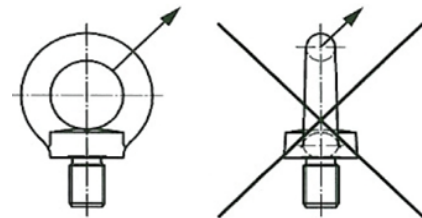

Abbildung 5: Ringschraube ohne Seilzug
- ◆ Seitenzug darf nicht angewendet werden (siehe Abbildung 5: Ringschraube ohne Seilzug).